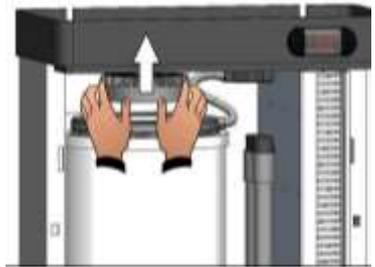

Fig. 31
4. Soulevez la bride de vapeur supérieure, en la décrochant du cylindre (fig. 31).